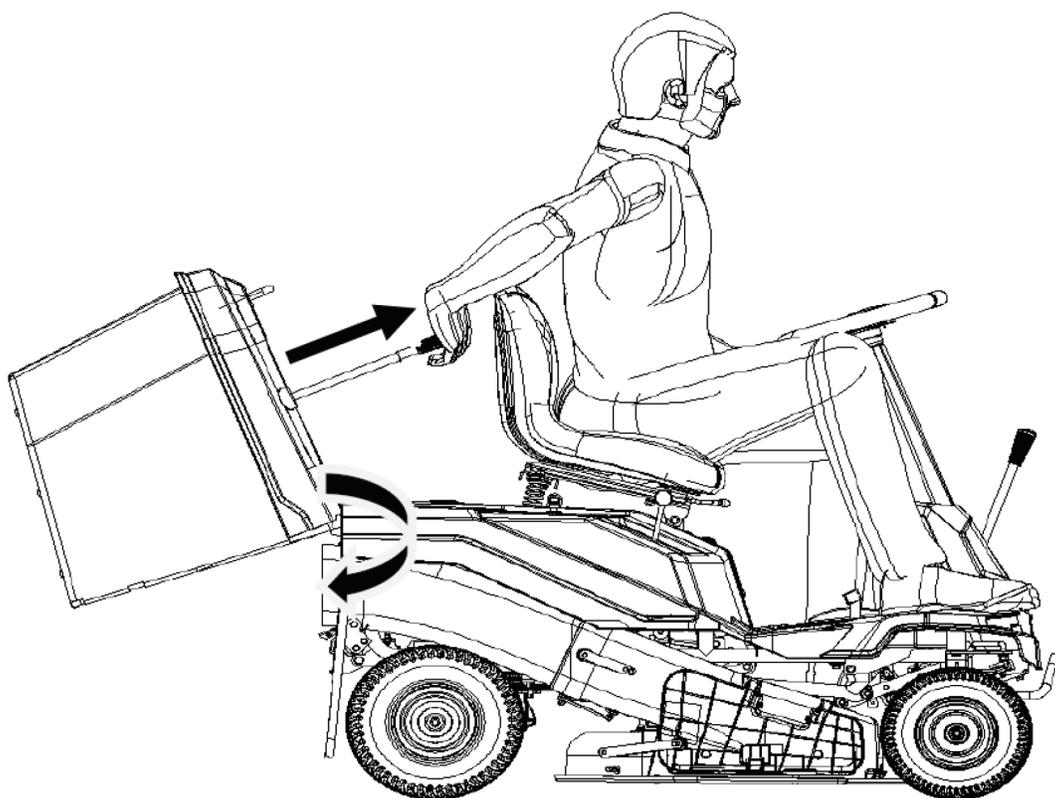

Рис. 23
2. Потяните рукоятку для выгрузки травы вверх, затем потяните рукоятку на себя и опрокиньте травосборник, чтобы высыпать траву (рис. 23).